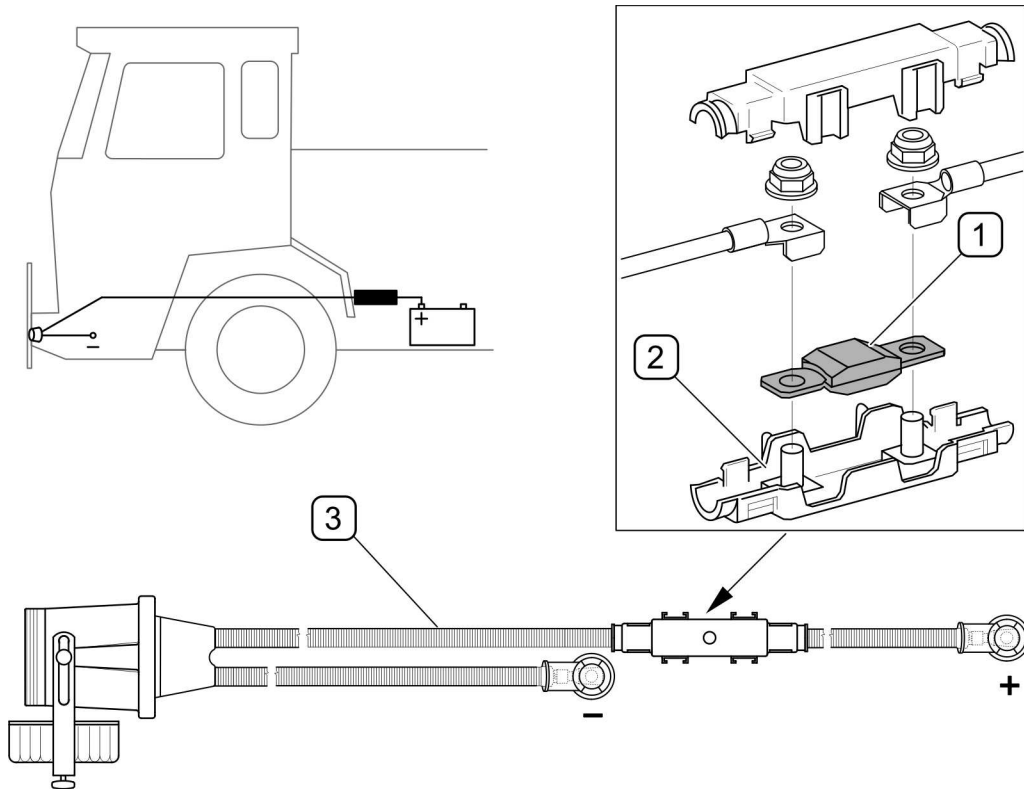

BILD 5.7 Sicherung für die elektrische Installation des Maschinenträgers
(1) - 150A MEGAVAL-Sicherung; (2) - Sicherungsgehäuse; (3) - Hochstrom-Steckdosen-Stromversorgungsstrahl
Bei Maschinenträgern mit elektro-hydraulischer Steuerung, die mit dem Energiestrahl 220N-70020000 der Firma PRONAR ausgestattet sind, befindet sich eine zusätzliche Sicherung (1) 150A MEGAVAL im Gehäuse (2) auf dem Netzkabel "+". (BILD 5.7).